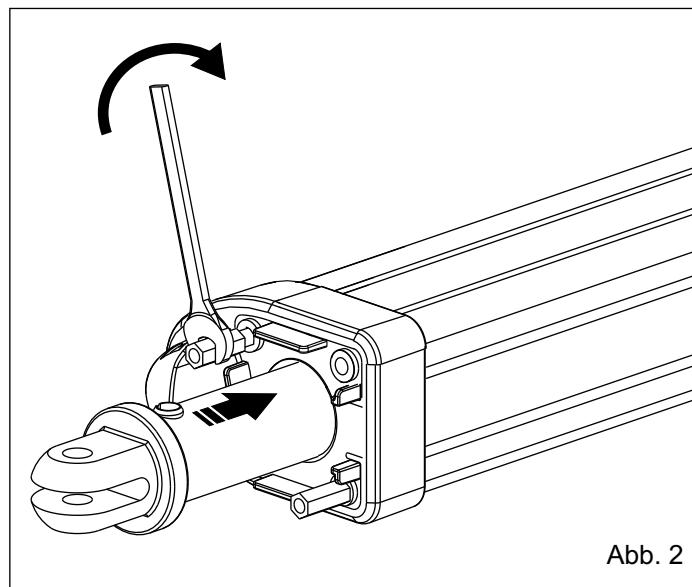

Abb. 2
2. Schrauben Sie die 2 mitgelieferten, sechseckigen Muttern, vollständig ab (Abb. 2).